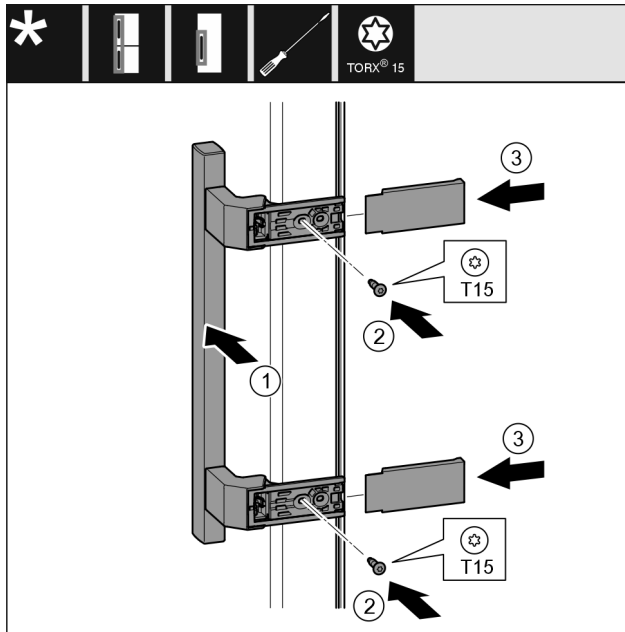

Fig. 47
- ▶ 将把手 Fig. 47 (1) 放到反面。
- ▶ 将螺钉 Fig. 47 (2) 用螺丝刀拧紧。
- ▶ 将盖板 Fig. 47 (3) 放置到侧面并插入。